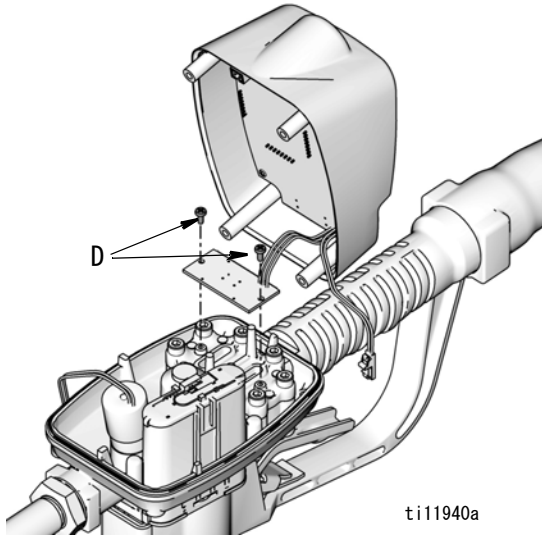

図 34
6. リードスイッチ基板をカバープレートに固定している 2 つのネジ (D) を取り外します (図 34)。これらのネジは再組み立てのために保管してください。カバーアセンブリを取り外します。